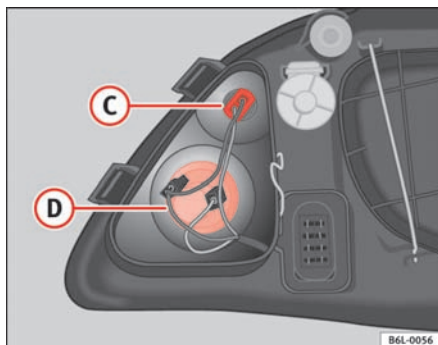

Fig. 152 Blinklys
- Drej fatningen mod venstre, og tag den ud af holderen ⇒ fig. 152 ②.